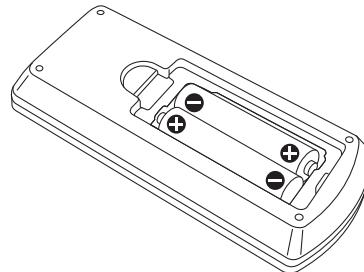

図2
- 2) 電池を入れ、ふたを閉じる（-側から先に入れます）（図2）